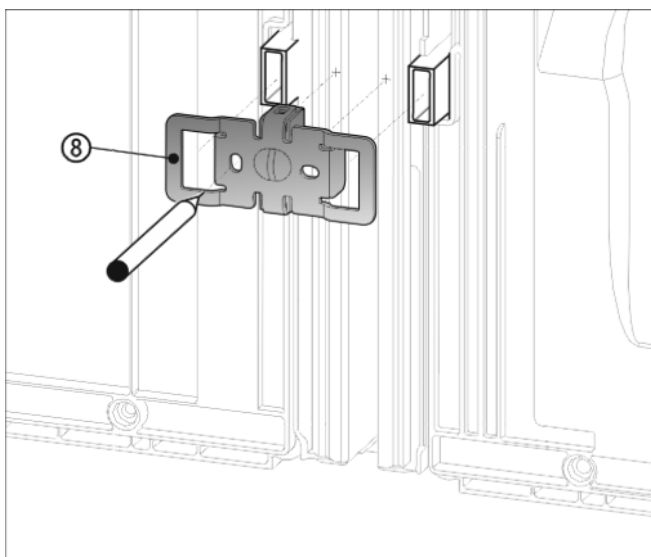

Fig. 10
- ▶ Надвинуть угол Fig. 10 (8) выемками через гнездо для пристенных распорок